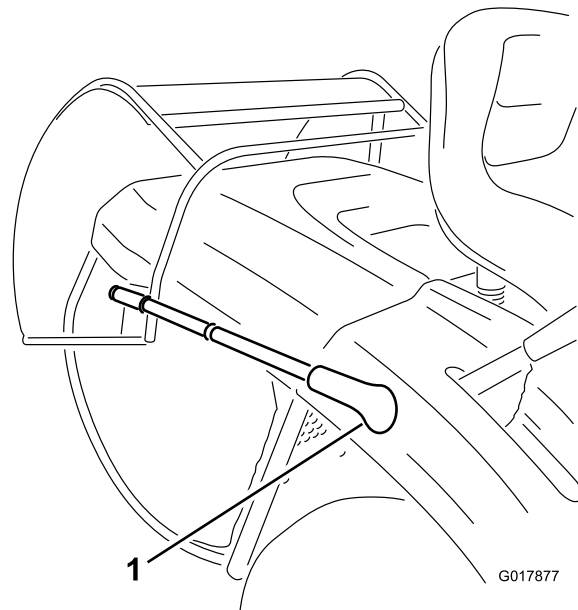

Figura 16
- Tire de la palanca de volteo del recogedor hacia adelante para volcar el recogedor (Figura 16).